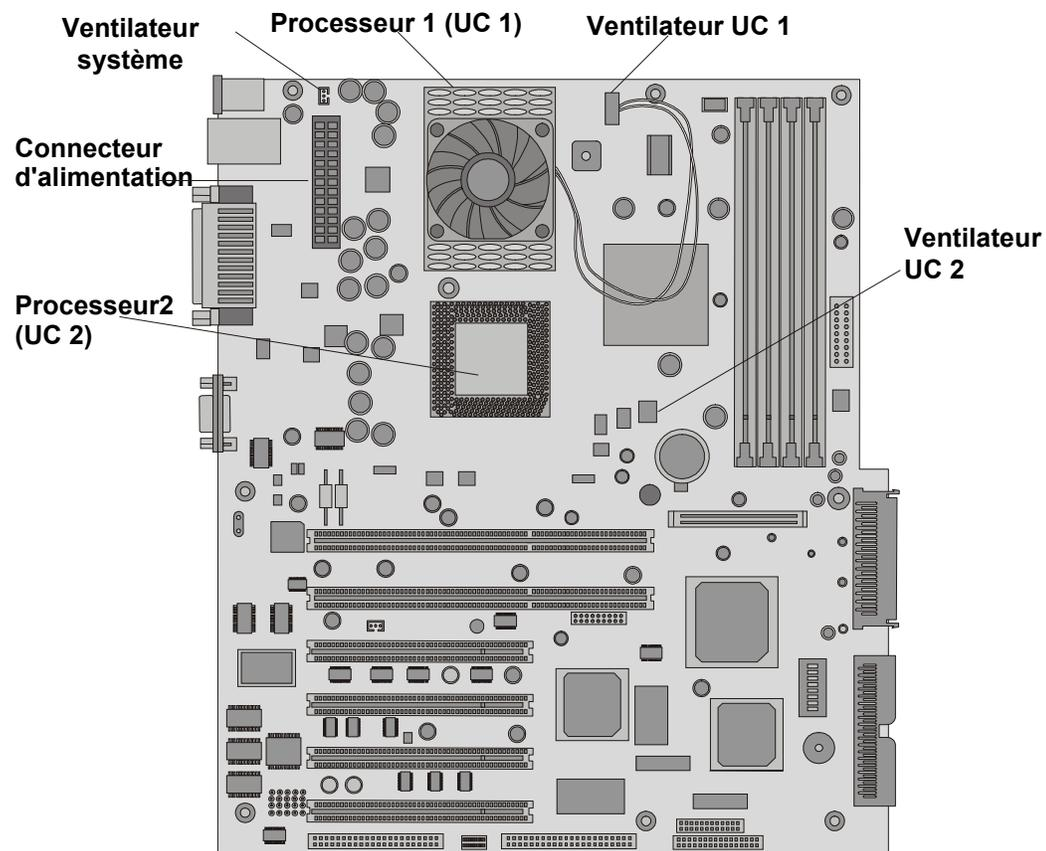

Figure 3-16. Carte système (vue de dessus)
Le HP Server tc3100 est livré avec au moins un processeur. Les logements des processeurs principal et secondaire sont situés sur la carte système (logement du processeur principal – UC 1). Les modules régulateurs de tension sont intégrés à la carte système. Voir Figure 3-16.
- Installez le deuxième processeur dans le logement secondaire (UC 2). Voir Figure 3-16.
Cette section présente les instructions relatives à l'installation sur la carte système d'un deuxième processeur et de son dissipateur de chaleur. La Figure 3-16 indique l'emplacement des processeurs principal et secondaire.